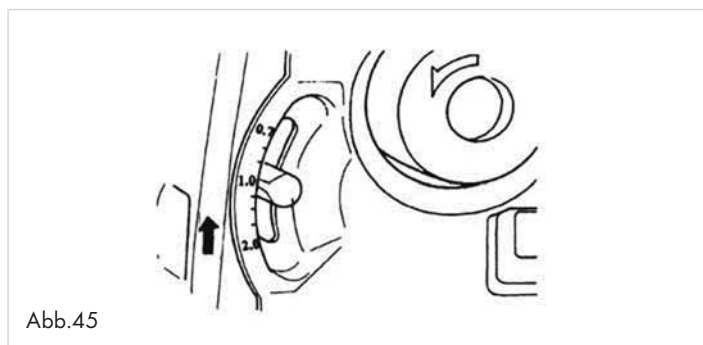

Abb.45
- Stellen Sie den Differentialtransporthebel ⑨ auf einen niedrigeren Wert als 1,0 (Abb. 45). Die genaue Einstellung hängt von dem zu verarbeitenden Stoff, und von der Stärke des gewünschten „Welleneffektes“ ab. Machen Sie daher immer eine Probenahrt, um die Einstellungen zu testen.
- Halten Sie die Naht vor und hinter dem Nähfuß ② leicht fest, um die Textilie auf Spannung zu halten.